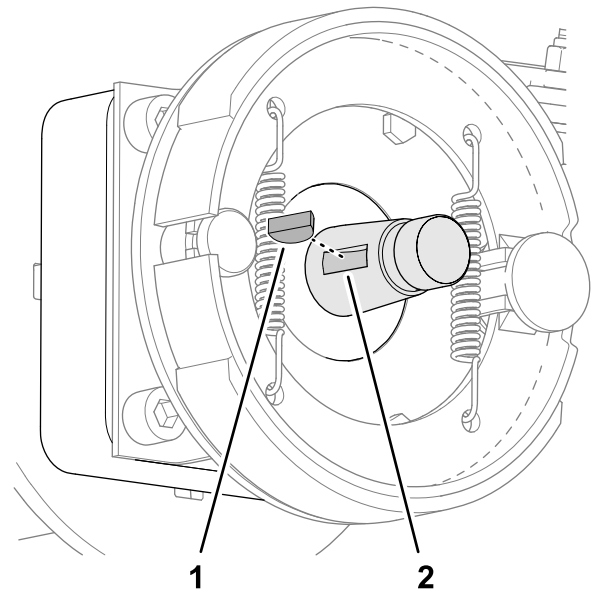

Figura 71
2. Inserte la chaveta semicircular en la ranura del eje del motor de rueda (Figura 71).